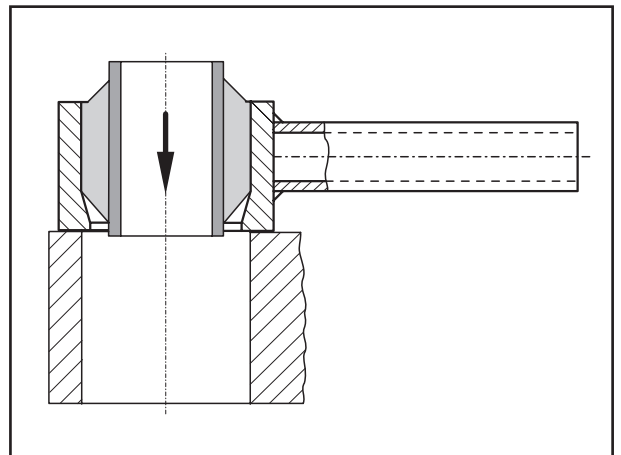

Fig. 11
- [21] Beim Eindrücken unter einer Presse die Gummi-Stahl-Buchse mit Seifenwasser einstreichen und in das Montagewerkzeug (BPW-Nr. siehe Kapitel 2) einlegen (Fig. 11).
- [21] When pushing in under a press, coat the rubber-steel-bush with soapy water and insert (Fig. 11) into the assembly tool (BPW No. see chapter 2).
- [21] En cas de montage à la presse, mouiller le silent-bloc avec de l'eau savonneuse et le placer dans l'outil de montage (no BPW-voir chapitre 2) (fig. 11).